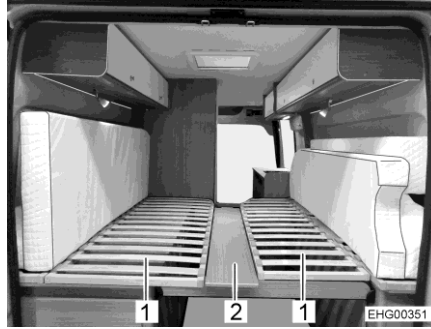

Bild 42 Mittelbrett
- Bettrost (Bild 42,1) auf beiden Seiten nach unten ablassen.
- Mittelbrett (Bild 42,2) einhängen.
- Mittelbrett (Bild 42,2) und Querstrebe (Bild 39,1) abnehmen und auf einer der Matratzen ablegen.